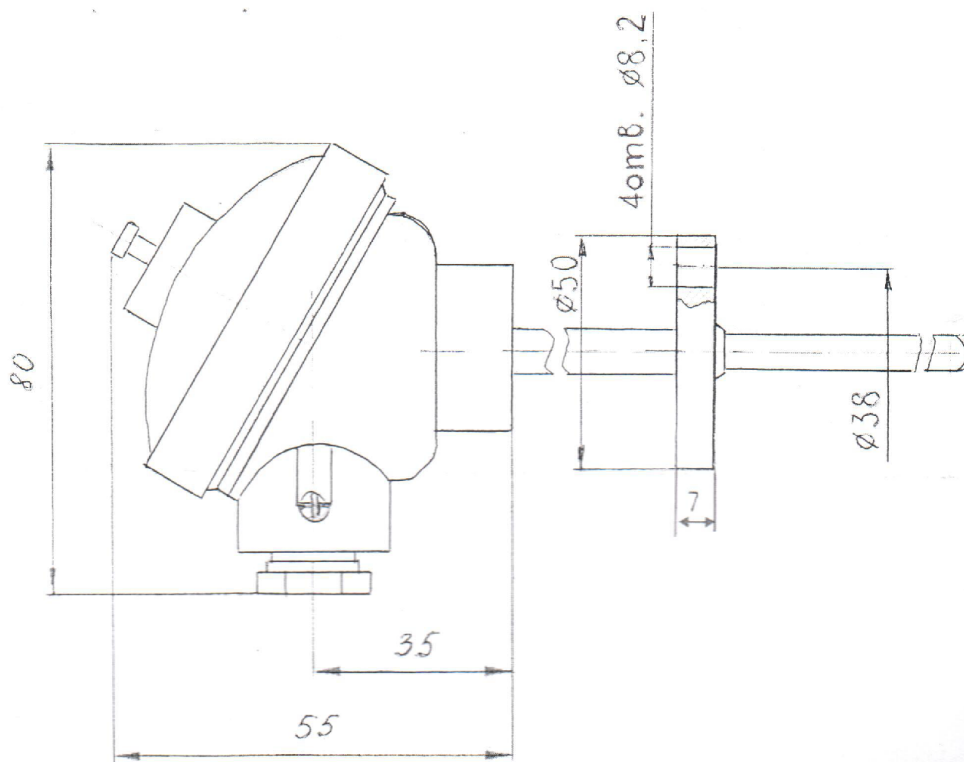

Рис. 14 Датчик температуры ТСМУ специальный
1.5.2 Внешний вид датчика температуры ТСМУ приведен на рис. 14.